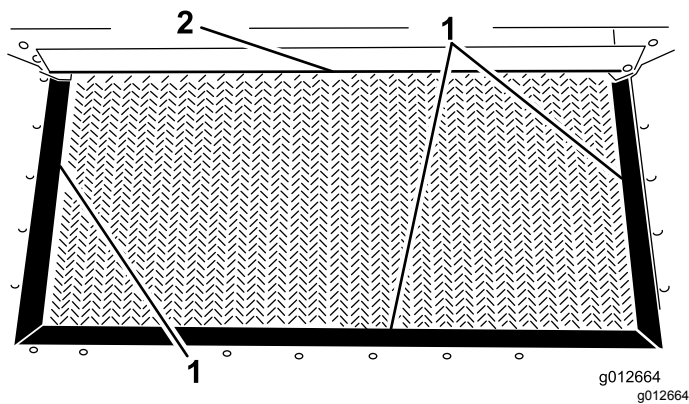

Figura 27
3. Inspeccione las juntas de la tolva y el borde de la compuerta por si presentan desgaste o desperfectos (Figura 27).